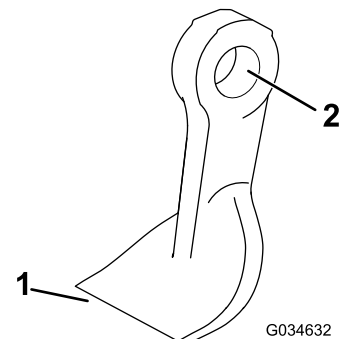

Bild 77
4. Prüfen Sie jedes Messer auf Beschädigungen und achten Sie besonders auf die Befestigungen, die Schnittkante und die Befestigungslöcher (**Bild 77**). Ersetzen Sie beschädigte Messer und Befestigungen.